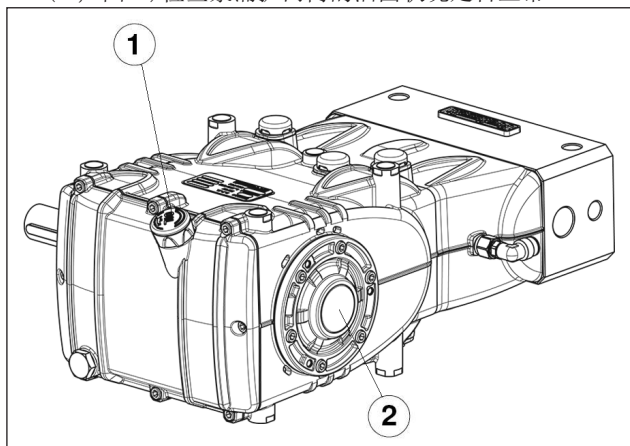

图15
5. 通过专用油位杆①，图15)并偶尔通过油位指示灯②，图15)检查泵浦护门内的油面状况是否正常。